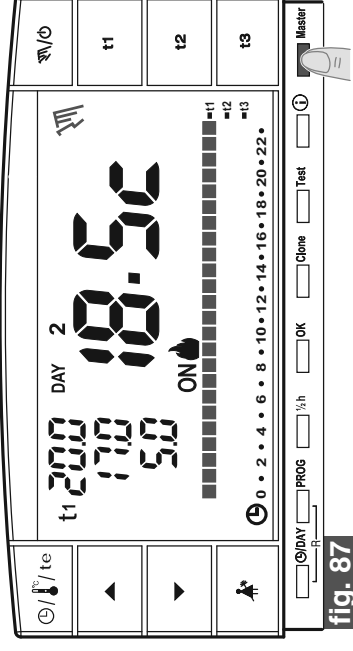

fig. 87
- Pulsar por un instante el botón "Master", en la pantalla desaparece el mensaje **Máster**: el cronotermostato permanece en funcionamiento "manual permanente" y las zonas asignadas al máster vuelven a ser controladas por los respectivos transmisores. (ejemplo fig. 87).